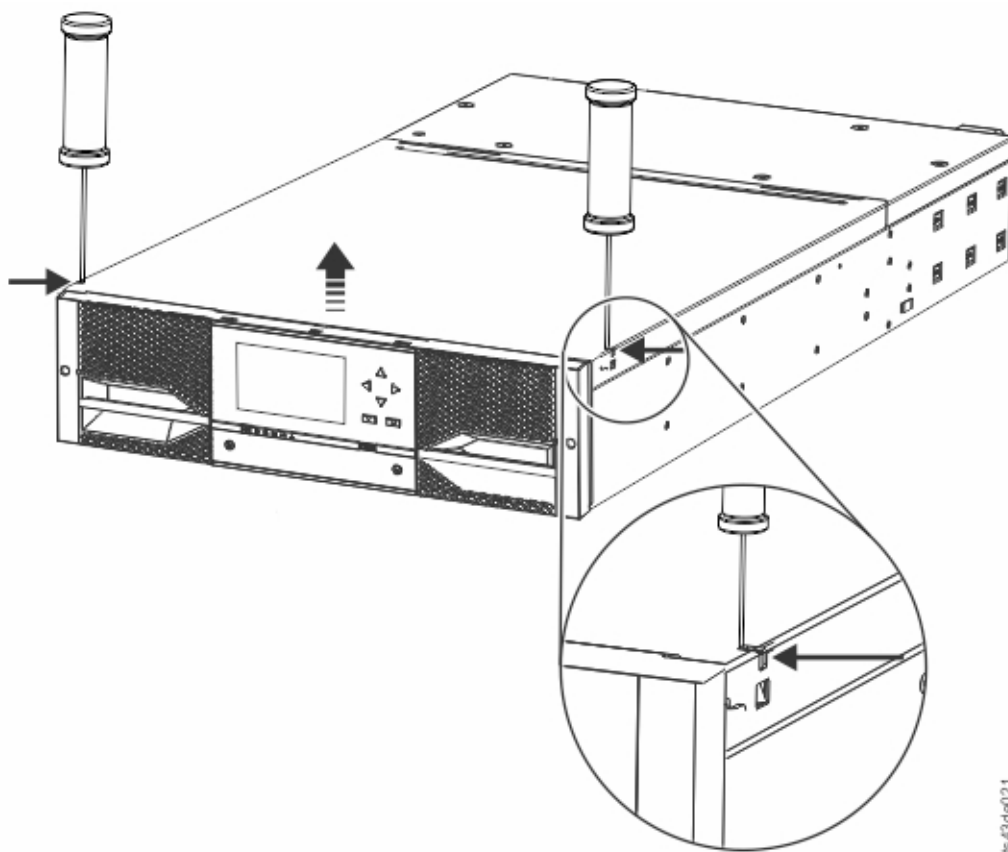

Figura 27. Apertura de la parte superior del módulo
5. Abra la parte superior del módulo utilizando los dedos o una herramienta pequeña, uno en cada lado de la tapa y presione hacia dentro. Cuando la tapa se abre, retírela tirando de ella hacia delante. Consulte Figura 27.